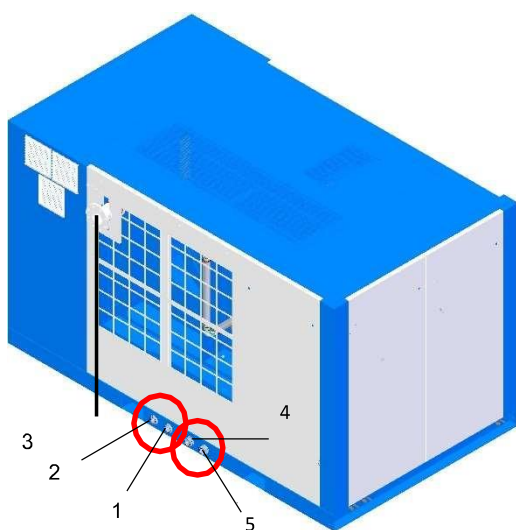

Рис. 17: Винтовой компрессор с водяным охлаждением (опция) / рекуперацией тепла (опция)
- Подача сжатого воздуха потребителю (Рис.17 поз.3)
- подача воды (Рис.17 поз.4)
- возврат воды Рис.17 поз.5)
- подача воды (Рис.17 поз.1)
- возврат воды (Рис.17 поз.2)